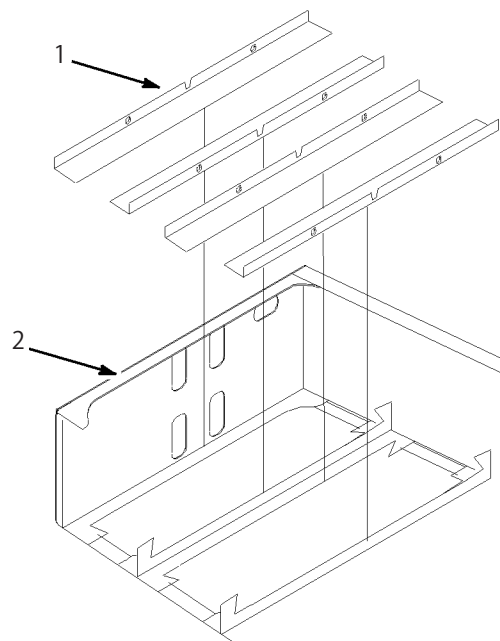

図8
2. 後フレーム・アセンブリにバッテリー・トレイ・パッドを敷く (図8)。